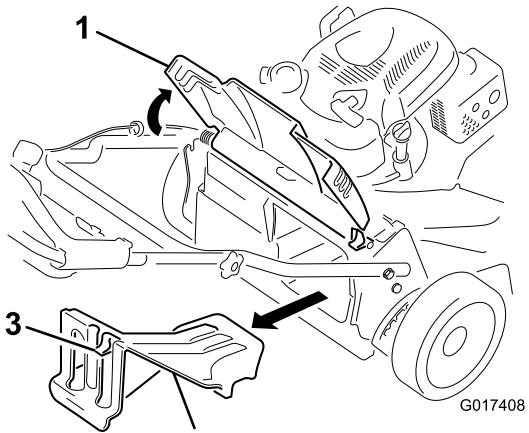

Figura 25
- Sollevate il deflettore posteriore e tenetelo sollevato (Figura 25).
- Rimuovete il coperchio di scarico posteriore abbassando il fermo con il pollice ed estraendo il coperchio dalla macchina (Figura 25).